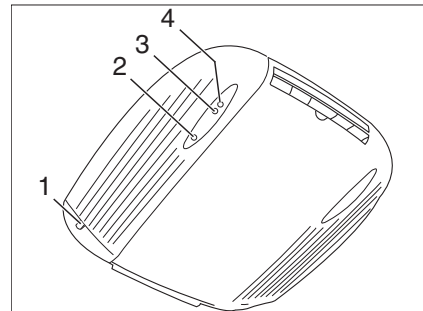
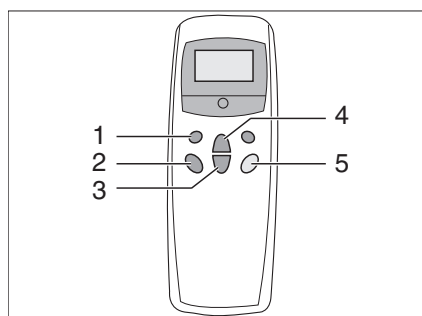

Fig. 120 Vista interior
Fig. 121 Mando a distancia
- Conectar el vehículo a la alimentación de 230 V. La instalación de aire acondicionado está lista para el funcionamiento. El LED rojo (Fig. 120,2) luce.
- Conectar el mando a distancia con el interruptor (Fig. 121,5).
- Ajustar con la tecla (Fig. 121,1) el modo de funcionamiento deseado. La luz de control verde (Fig. 120,3) indica el funcionamiento de la refrigeración, la luz de control rojo (Fig. 120,4) el funcionamiento de la calefacción.
- Caso necesario ajustar con las teclas (Fig. 121,3 y 4) la potencia del ventilador y la temperatura ambiente deseadas.
- Para la desconexión pulsar de nuevo la tecla (Fig. 121,5) en el mando a distancia.